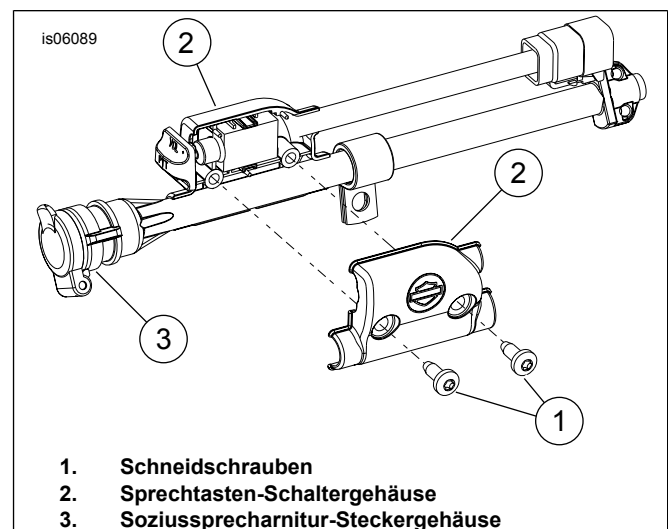
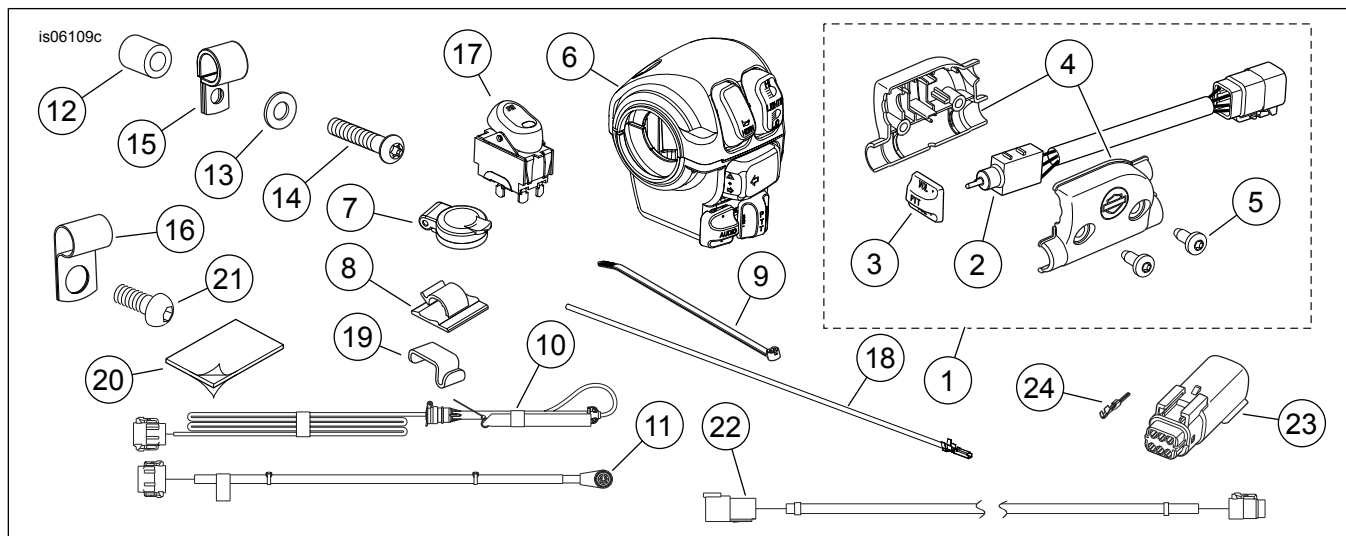

Abbildung 1. Sprechstasten-Schaltergehäuse einbauen
Abbildung 7. Ersatzteile, Musik- und Gegensprechanlagensatz
Siehe Abbildung 7 und Tabelle 2.
1. Siehe Abbildung 1. Das Sprechstasten-Schaltergehäuse (2) in das Soziussprechgarnitur-Steckergehäuse (3) einbauen, das mit dem Soziussprechgarnitur-Kabelbaum mitgeliefert wird (siehe Abbildung 7, Teil 10).
3. Die Schneidschrauben (1) in das Schaltergehäuse einbauen, aber noch nicht vollständig anziehen. Die Lage muss eventuell je nach Motorradmodell, Sitzausführungen und am Fahrzeug vorhandenem Zubehör korrigiert werden.
2. Siehe Abbildung 7. Die Feder und den Kabelkanal vom Soziuskopfhörer-Kabelbaum (10) entfernen.
5. Den 8-poligen Steckverbinder des Soziuskopfhörer-Kabelbaums (10) an den zugehörigen Steckverbinder des Nicht-Ultra-Überlagerungskabelbaums (in Schritt 1 eingebaut) mit der Bezeichnung „PASSENGER HEADSET“ (Soziussprechgarnitur) anschließen.
6. Den 6-poligen Steckverbinder des PTT/VOL-Überbrückungskabelbaums (22) an den zugehörigen Steckverbinder des Nicht-Ultra-Überlagerungskabelbaums mit der Bezeichnung „RIGHT REAR SPEAKER CONTROL“ (Rechte hintere Lautsprechersteuerung) anschließen. Das andere Ende des Überbrückungskabelbaums an den Steckverbinder an der Schalterteilbaugruppe (1) anschließen.
7. Siehe Abbildung 1. Den 6-poligen Steckverbinder [41] und Steckverbinder für Sprechasten-Schaltergehäuse (2) und Soziussprechgarnitur-Steckergehäuse (3) [76] an der linken Seite nach unten zur Hinterradschutzblech-Stützenabdeckung verlegen.
8. Den Kabelbaum so zurückfalten, dass der Klappdeckel des Sprechgarnitur-Steckergehäuses (3) Richtung Fahrzeugvorderseite zeigt.
1. **2006–2008 FLHX-, FLTR-, FLHT/C-Modelle:** Für Motorräder OHNE Befestigungsstellen-Ausrüstung siehe Abbildung 7. Mit den Befestigungsteilen der Schutzblechstützenabdeckung die kleinere P-förmige Schelle (15) aus dem Satz einbauen. Für Fahrzeuge MIT Befestigungsstellen-Ausrüstung die vordere Befestigungsstelle verwenden. Die kleinere P-förmige Schelle (15) zwischen der Außenfläche der Befestigungsstelle und der Unterlegscheibe einbauen. **FLHX-, FLTR-, FLHT/C-Modelle ab 2009:** Für Motorräder OHNE Befestigungsstellen-Ausrüstung siehe Abbildung 2. Die Schraube (4), Unterlegscheibe (3), Distanzscheibe (2) und P-förmige Schelle (5) aus dem Satz durch das Gewindeloch im Rahmen einsetzen. Für Motorräder MIT Befestigungsstellen-Ausrüstung die in Abbildung 3 dargestellte Befestigungsstelle verwenden. Die kleinere P-förmige Schelle aus dem Satz an der Außenkante der Befestigungsstelle mit Hilfe der Befestigungsstellen-Unterlegscheibe und -Schraube befestigen. **Trike-Modelle ohne Tour-Pak (FLHXXX) ab 2009:** Siehe Abbildung 4. Die Sprechgarnitur/Schalterbaugruppe (1) wird an der dargestellten Stelle mit der 1/2-13 Schraube (3) und der größeren P-förmigen Schelle (2) aus dem Satz am Rahmen gesichert.
Bei Modellen ab 2011 muss der Steckverbinder an der Schalterteilbaugruppe ( Abbildung 7, Teil 1) durch das mitgelieferte Gehäuse und die Kontakte (Teile 23 und 24) aus dem Satz ersetzt werden. Für Einbauanleitungen siehe das Werkstatthandbuch.
- c. Den Klebstoffstreifen (5) auf die Form der Kopfhörerstecker-Rückseite (2) zuschneiden, eine Seite der Folie abziehen und den Klebstoffstreifen an der Steckverbinder-Rückseite anbringen, damit der Tank nicht zerkratzt wird. Den Klebstoffstreifen auf ein 12 x 6 mm ( x in) großes Rechteck zuschneiden. Eine Folie abziehen und den Klebstoffstreifen an der Unterseite der Halterung wie dargestellt anbringen.
- f. Den Clip mit Klebstoffbeschichtung (4) wie dargestellt einbauen. Die Folie vom Clip abziehen und den Clip an einer Stelle am Kraftstofftank befestigen, an der er vom Sitz verdeckt wird.
5. Siehe Abbildung 7. Die Witterungsschutzkappen-Baugruppe (7) auf dem Fahrerkopfhörer-Steckverbinder anbringen, indem der Sicherungsring in die Schutzkappe eingebaut wird.